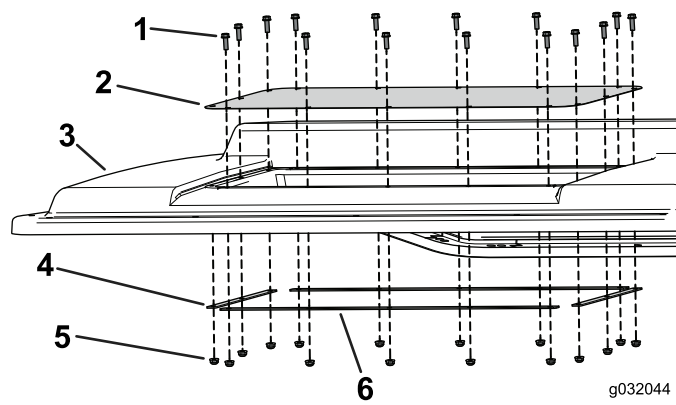

图5
4. 用 4 个螺栓和锁紧螺母（1/4 x 3/4 英寸）宽松地安装短箍带，如 图5 所示。